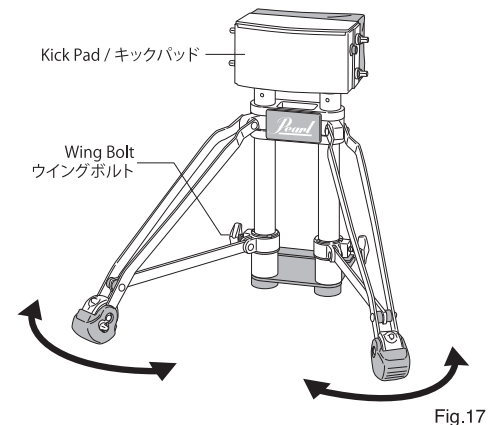

Fig.17
- Loosen the Wing-Bolts to adjust the angle of the Kick Pad base for playing preference then tighten the Wing-Bolt to retain the setting. Check to ensure the height and angle is set the same for both legs to get maximum stability (Fig.17).
ウイングボルトを緩め、好みの足の高さになったらウイングボルトを固定してください。その際、左右の足の高さはそろえてください。高さが違う場合、がたつきの原因になります (Fig.17)。
- 脚部は回転させて、邪魔にならないようにセッティングすることが可能です (Fig.17)。